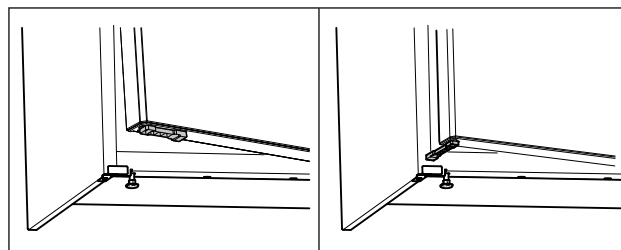

Fig. 56 *
- ▶ Rotiți limitatorul de deschidere a ușii cu 90°. (vezi Fig. 56) *